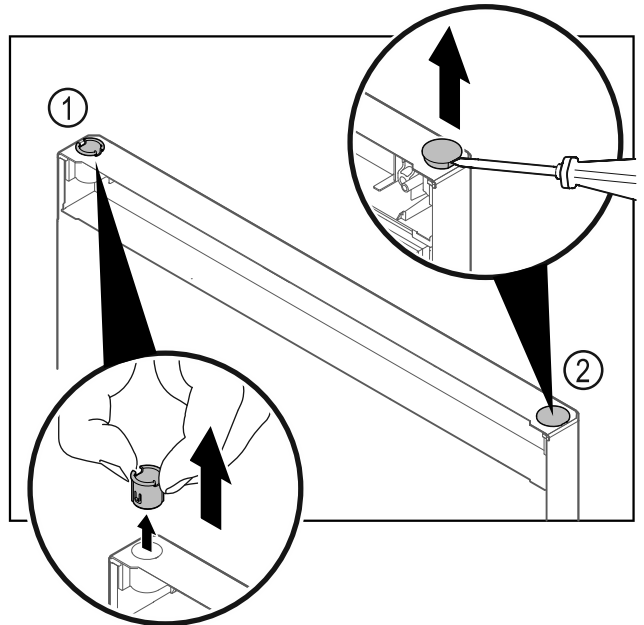

Fig. 21
- Nxirrni jashtë bokullën e menteshës Fig. 21 (1) me gishta.
- Ngrini lart me kujdes tapën mbuluese Fig. 21 (2) me një kaçavidë me kokë petë dhe nxirreni jashtë.